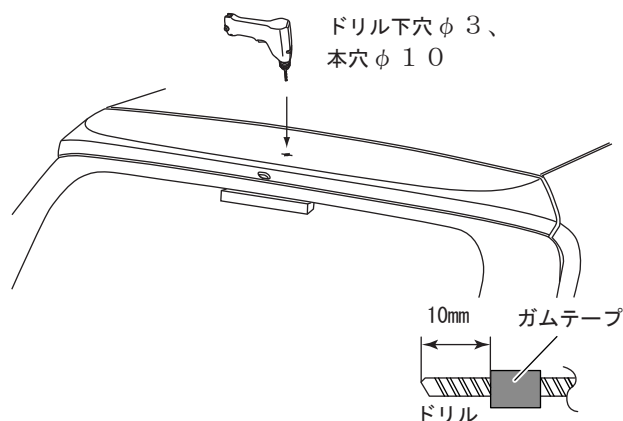

図6
- リヤルーフスポイラー①の両面テープの離型紙を、図6のようにセンターから端に約30mm剥がしマスキングテープ等で表側に貼付ける。(左右各4箇所)